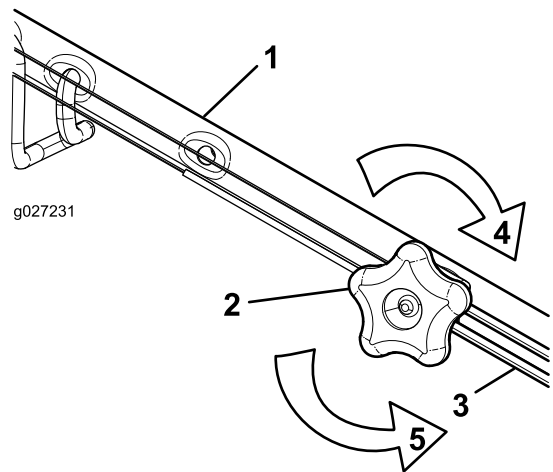

Bild 33
1. Drehen Sie das Handrad nach links, um die Zueinstellung zu lösen (Bild 33).
2. Stellen Sie die Spannung des Zugs (Bild 33) ein, indem Sie ihn zurückziehen oder nach vorne drücken und dann in dieser Stellung arretieren.